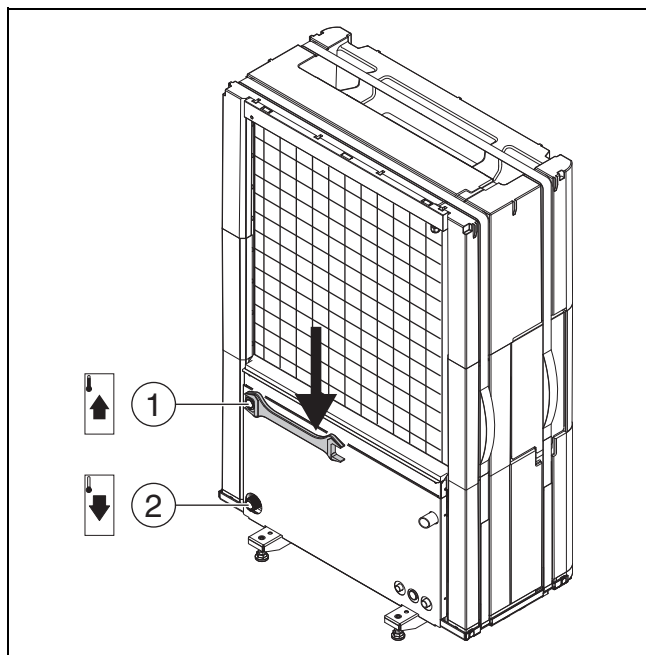

Bild 17 Anschlüsse der Wärmeträgerrohre, gültig für alle Größen
- ▶ Vorlauf zur Inneneinheit am Wärmeträgerausgang der Wärmepumpe anschließen (→ [1], Abb. 17).
- ▶ Rücklauf von der Inneneinheit am Wärmeträgereingang der Wärmepumpe anschließen (→ [2], Abb. 17).
- ▶ Anschlüsse der Wärmeträgerrohre mit einem Anzugsmoment von 120 Nm anziehen. Die Kraft nach unten richten (→ Abb. 17), um eine seitliche Belastung des Kondensators zu vermeiden. Wenn der Anschluss nicht richtig dichtet, kann die Verbindung mit einem Anzugsmoment von bis zu 150 Nm angezogen werden. Wenn der Anschluss nach wie vor nicht dicht ist, weist dies auf eine Beschädigung der Dichtung oder des angeschlossenen Rohrs hin.